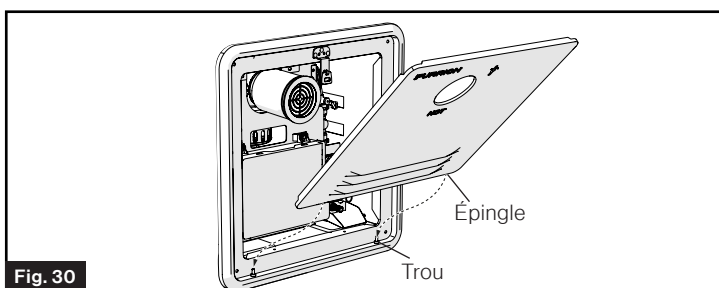

Fig. 30
- Insérez la porte dans les attaches au bas du chauffe-eau. (Fig. 30)